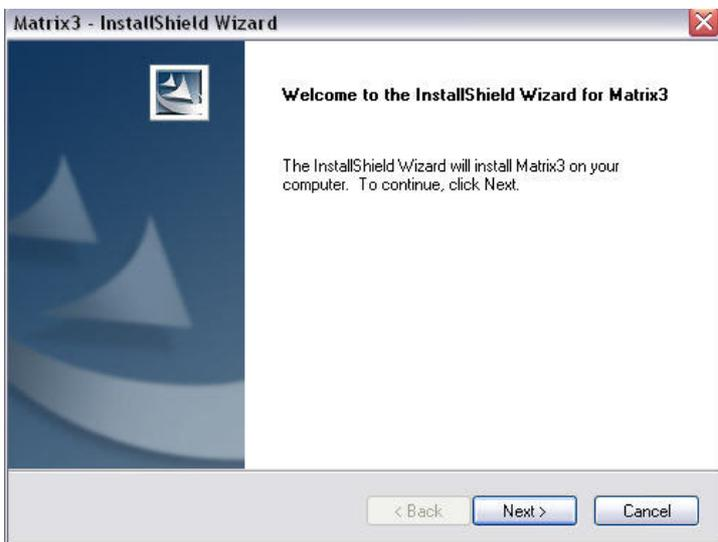

Рис. 7
- Нажмите «NEXT» [ДАЛЕЕ], чтобы продолжить установку и перейти к окну «InstallShield Wizard» [Мастера установки] системы Matrix3 (Рис. 7). Нажмите кнопку «BACK» [НАЗАД], чтобы вернуться на предыдущий экран или нажмите «CANCEL» [ОТМЕНА], чтобы завершить установку ПО.
- Нажмите «NEXT» [ДАЛЕЕ]. «InstallShield Wizard» [Мастер установки] системы Matrix3 начнет установку (Рис. 7).